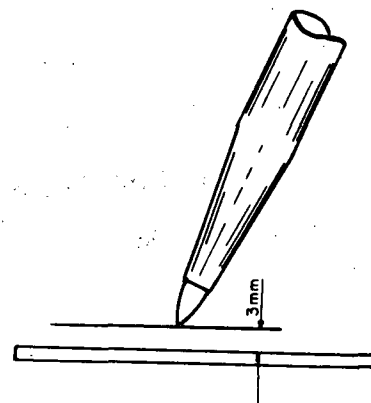

Fig. 2
- c Coloque o cone brilhante a uma distância de 3mm do material base (fig. 2).